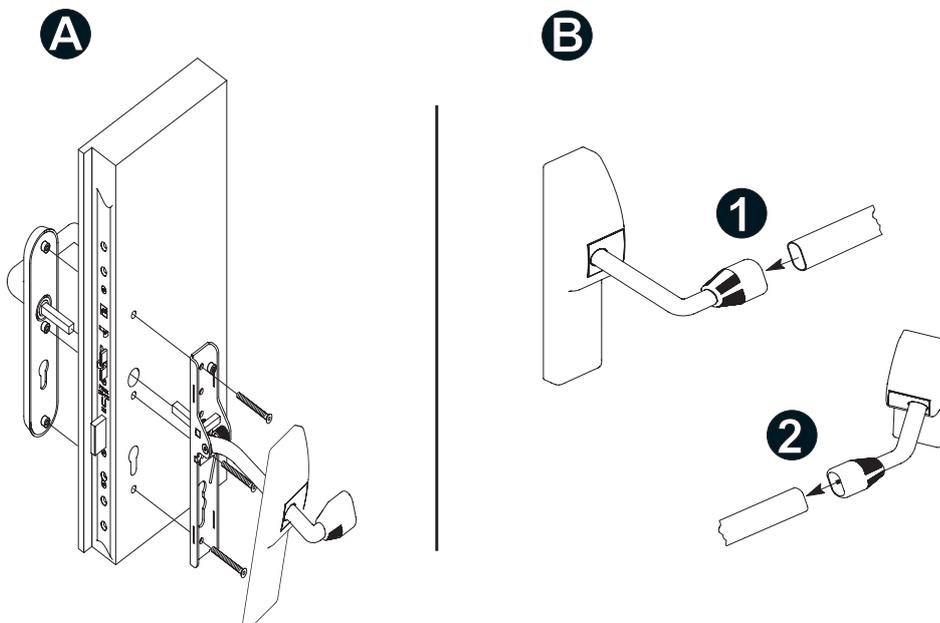

Abb. 8: Montage Schlosseite - Griffstange einbauen
Montage Schwenkarm Schlossseite Abb. 8 – A
2. Schieben Sie die Griffstange in das Verbindungsstück des auf der Schlosseite montierten Schwenkhebels (Abb. 8 – B).